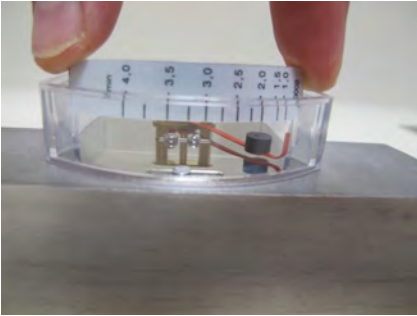

Abb. 65
15. ➤ Skalenträger (mit aufgeklebter Skala) in die Führung des Kunststoffgehäuses schieben (Abb. 65). Dabei Durchflussrichtung beachten (niedrigster Skalenwert zeigt zur Eingangsseite des Gerätes)